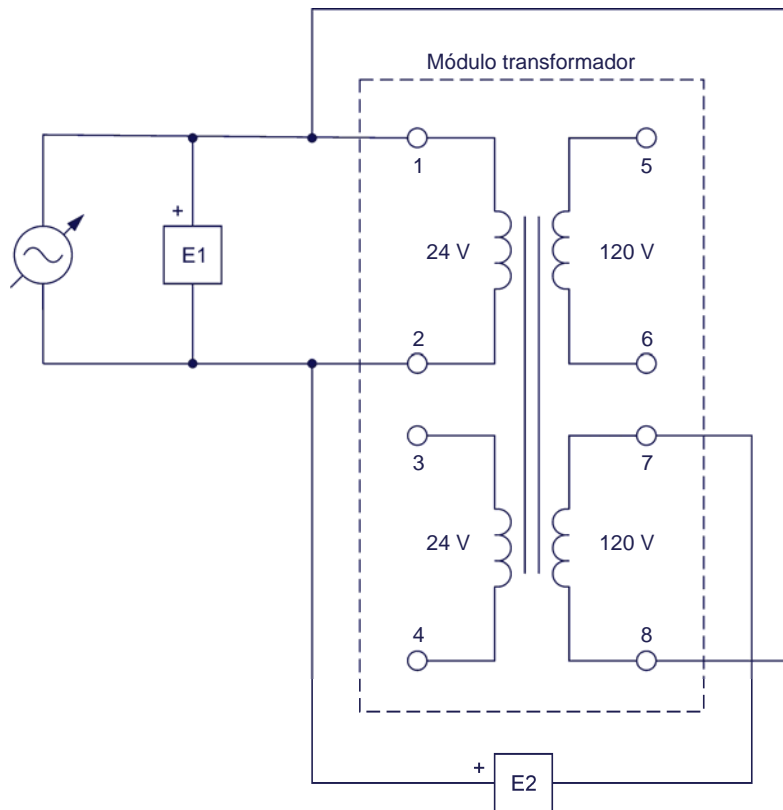

Figura 18. Circuito para determinar la polaridad de los arrollamientos del transformador utilizando un voltímetro.
21. Conecte el equipo como se muestra en la figura 18. En este circuito, el otro arrollamiento secundario (arrollamiento 7-8) del transformador está conectado en serie con el primario (arrollamiento 1-2).